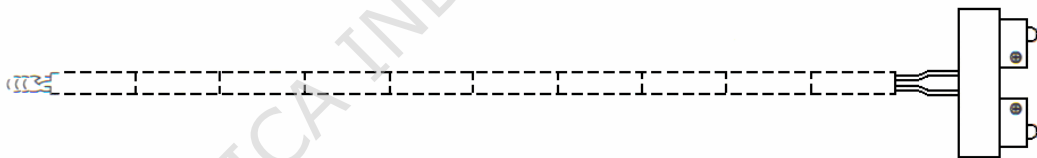

Fig. 5 BLOCK TERMINAL PARA ELEMENTO
-Block terminal: es un block de material aislante, con terminales metálicas, para sostener mecánicamente y conectar eléctricamente los extremos de los conductores del elemento. (Fig. 5).